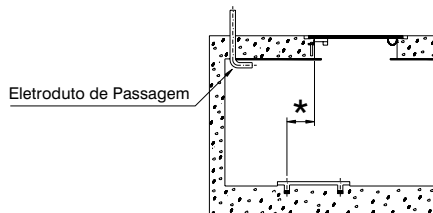

Fig. 1
3.2. Estrutura do Piso (Fig. 1, 2 e 3)
Instalar um eletroduto de passagem e uma estrutura do piso sobre o poço da bomba. Instalar firmemente um suporte do tubo guia à estrutura do piso com parafusos. Como o tubo guia deve ser instalado verticalmente (com uma tolerância de 1mm ou menos por metro), verificar cuidadosamente a relação de posição entre a localização da estrutura do piso e a fundação do QDC. (Ver Fig.1*)